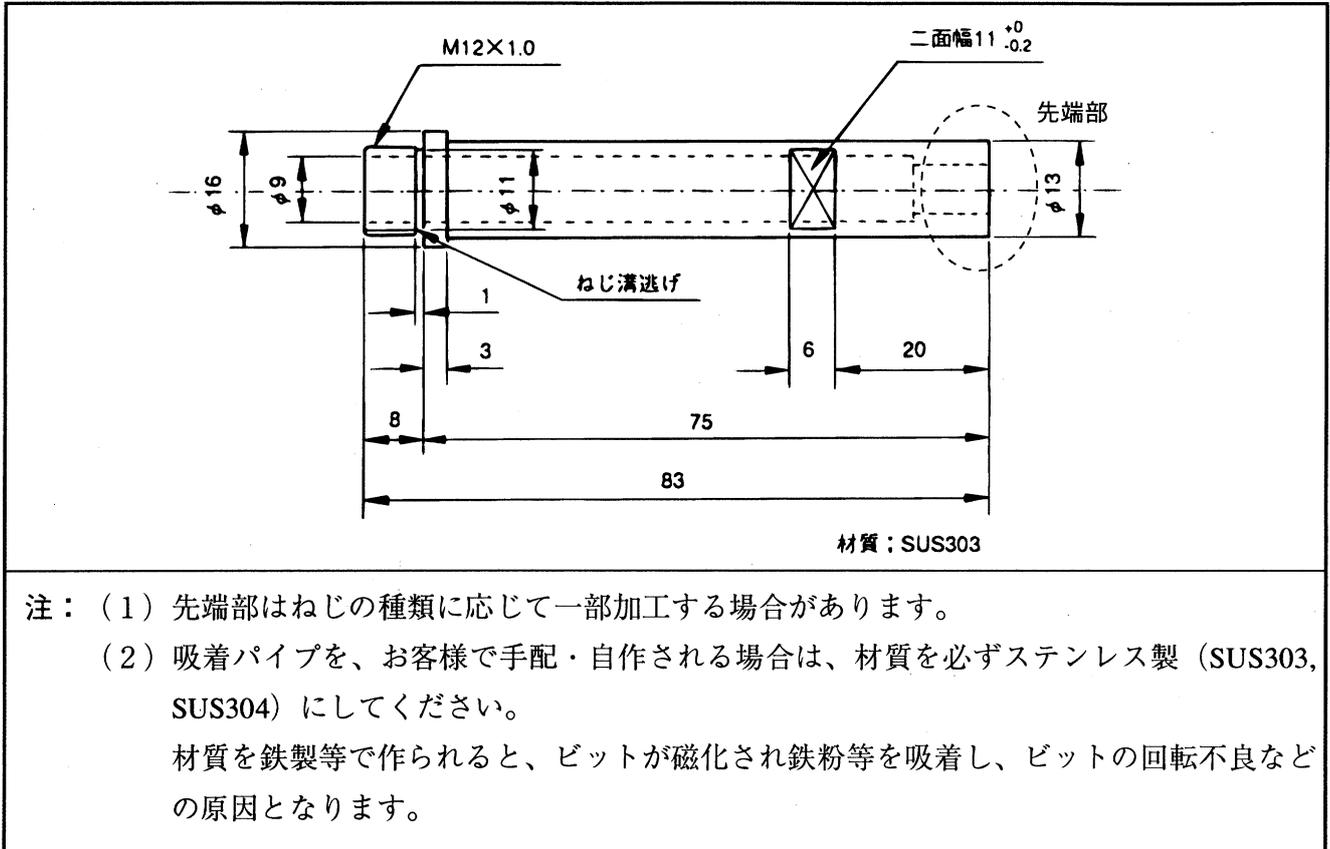

図1-22 吸着パイプ
- (1) 吸着パイプはパイプ内の負圧力により、ねじを吸い付け、その姿勢を保持しながら締め付けを補助するための部品です。
- (2) 外観図を図1-22に示します。